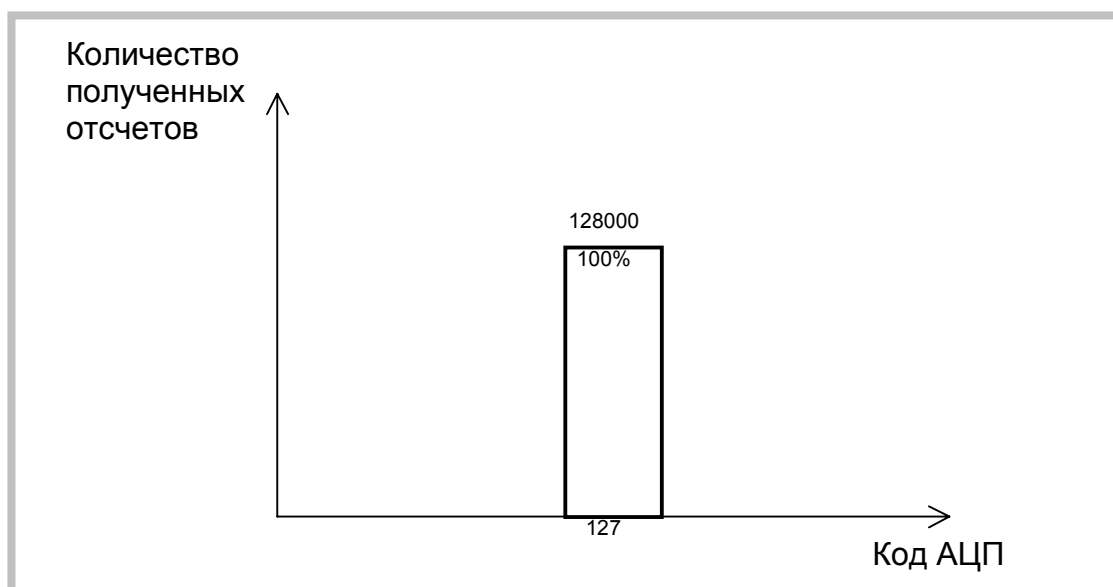

Рисунок 15. Статистика результатов данных 2
- 2) Диапазон входного сигнала АЦП платы ЛА-н10М6 $\pm 1\text{В}$. Частота запуска АЦП - 6,25 МГц. Число собранных отсчетов 128000 (Рисунок 15).